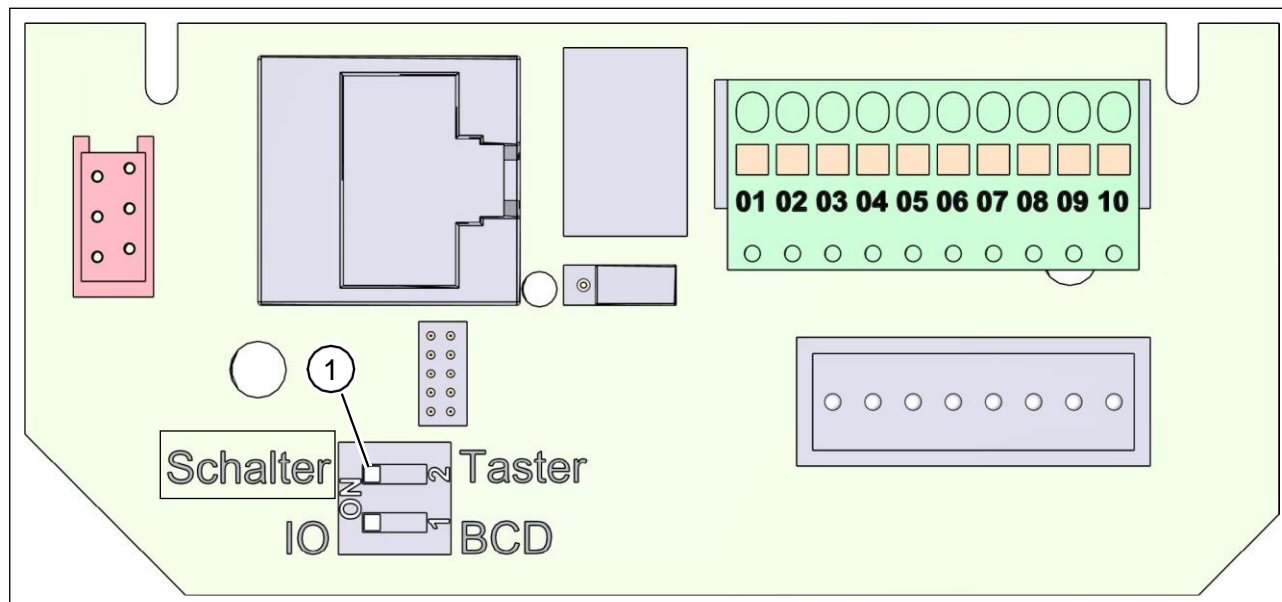

Рис. 36: Плата підключення вентиляційної установки та призначення клем
Перемикач DIP 2 (пункт 1 на Рис. 36) заводом встановлено у положенні “Taster (кнопка)”. Для підключення до трьохступеневого роторного перемикача, перемикач DIP 2 потрібно перевести в положення “Schalter (вимикач)”.
- ▶ Переведіть перемикач DIP 2 на платі підключення в положення “Schalter (вимикач)” (див пункт 1 на Рис. 36 стор 54).